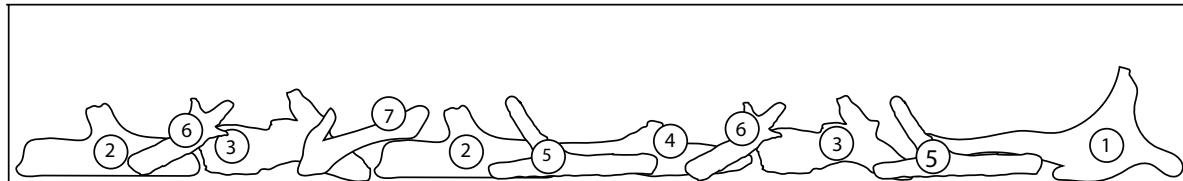

Fig. 7
2. Placez les bûches dans la position désirée. Des images de référence sont présentées dans la **Fig. 7** comme emplacement recommandé. Cela peut être modifié en fonction de la disposition souhaitée.